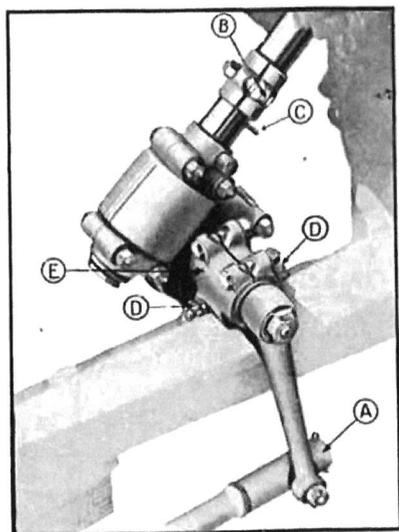

Fig. 303. — Direction du châssis.
- 4—S'il s'agit de la semelle côté direction, soulever le boîtier de direction. A cet effet : desserrer le boulon du collier du tube de direction sur la vis du boîtier. Faire glisser le collier sur le tube, puis chasser la goupille cylindrique traversant le collier et le tube (fig. 303). Dégoupiller et enlever les 2 boulons fixant le boîtier de direction sur le châssis. Soulever et caler le boîtier sur le châssis.